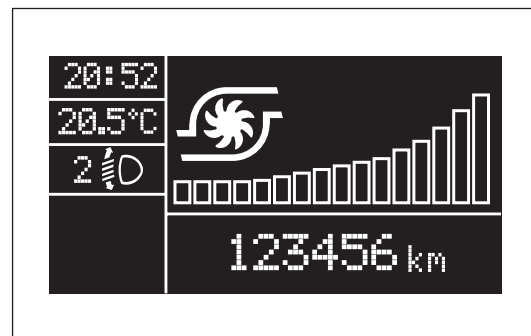

fig. 95
- ☐ Videata con pressione turbo-compressore: fig. 95.